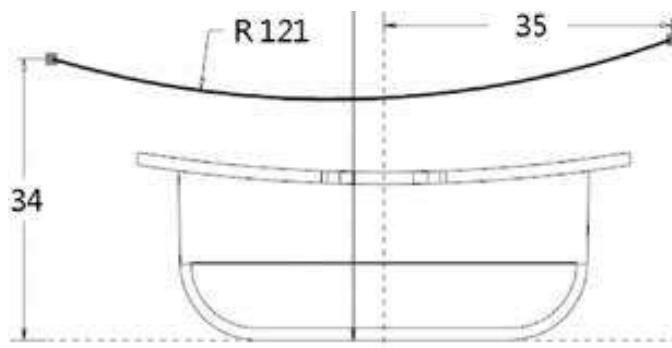

图4-29 任意绘制截面
Step 09 单击“拉伸”按钮 \square ，选择TOP面为草绘平面，选择RIGHT和FRONT为参考面，出现水平虚线和竖直虚线，进入草绘模式，任意绘制一个圆弧，如图4-29所示。（草绘中的尺寸为任意值，暂时不用理会具体大小，后续再修改。）